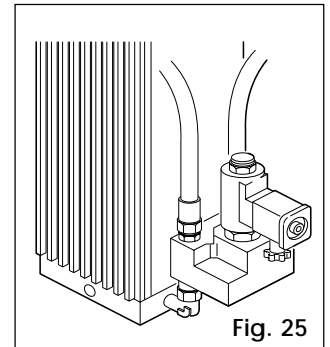

Fig. 25
**AUTOMATIC EMERGENCY RELEASE (Fig. 25)**